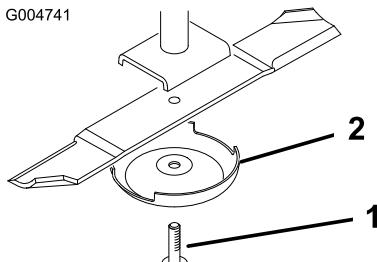

Figure 99
2. Tenez la lame à son extrémité avec un chiffon ou un gant épais. Enlevez le boulon, la coupelle de protection et la lame de l'axe de pivot (Figure 99).